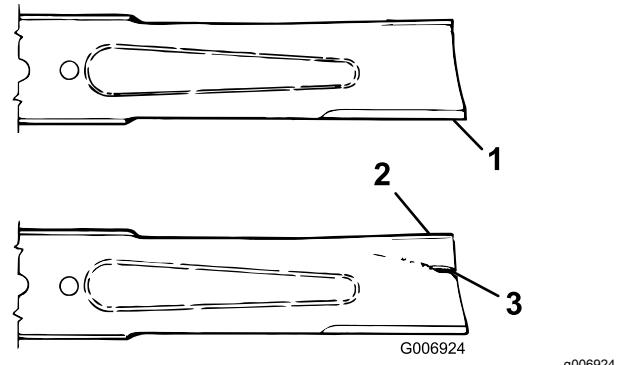

Рисунок 86
3. Осторожно проверьте режущие кромки ножей, особенно в точке соединения плоской и изогнутой частей ножа (Рисунок 86). При обнаружении износа (Рисунок 86) замените нож; см. Снятие режущего ножа \(страница 74\).